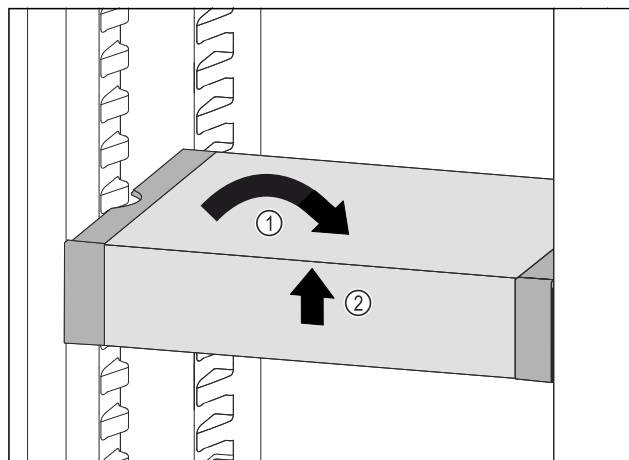

Fig. 84
- ▶ VarioSafe ustawić prosto. Fig. 84 (1)
- ▶ VarioSafe unieść z przodu. Fig. 84 (2)